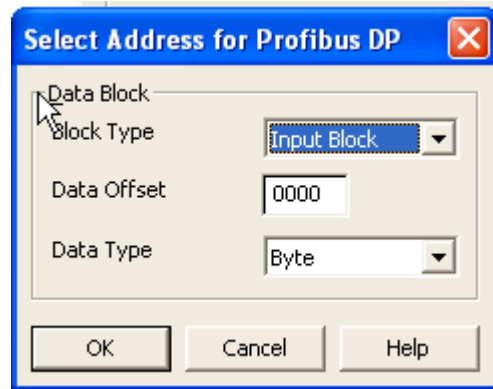

FIG. 65: Selección del tipo de bloque
- Seleccione el valor de desplazamiento de datos, que indica la dirección para leer o escribir en el bloque. Seleccione el tipo de datos que se leerán o escribirán. Esto define a cuántos bytes se accederá en el bloque para obtener los datos correctos. En este ejemplo, seleccionamos **output block** (bloque de salida), con Data offset (Desplazamiento de datos) **0** (que señala a 256 en el PLC) y como una **Palabra**. FIG. 65.